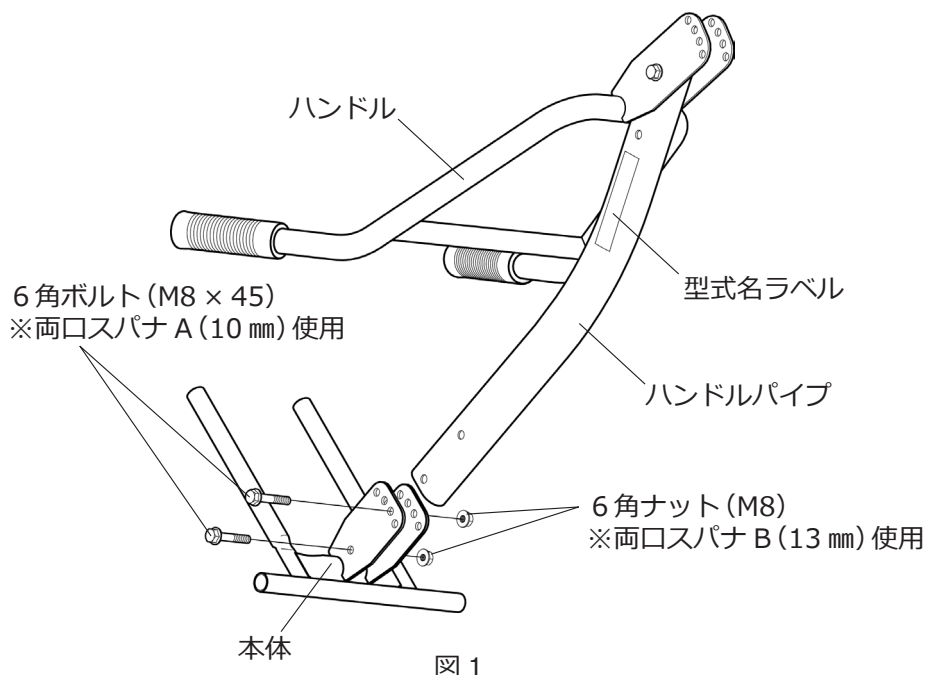

図 1
- ① 図 1 の位置にラベルが来るようにハンドルパイプを組み付けてください。